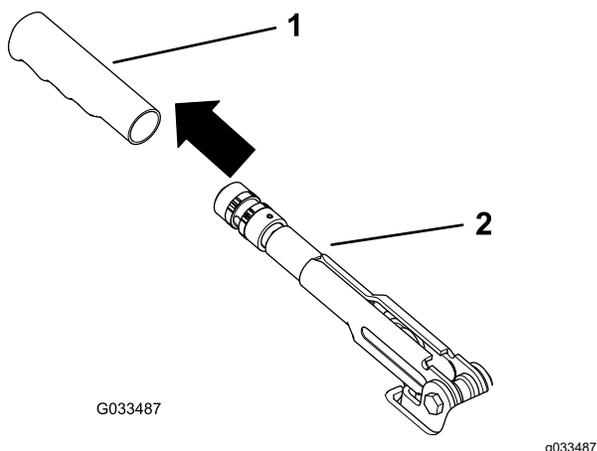

Рисунок 64
1. Снимите резиновый наконечник рычага стояночного тормоза (Рисунок 64).